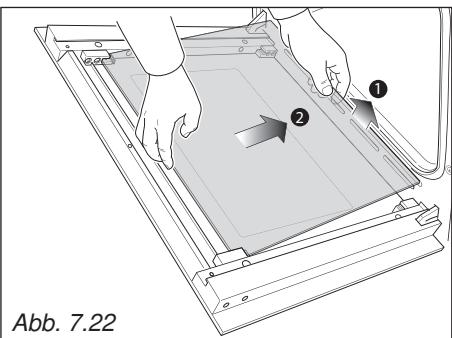

Abb. 7.22
- Heben Sie das Glassegment dann an der Unterseite an (Pfeil 1 in Abb. 7.22) und ziehen Sie es vorsichtig aus den oberen Halteklemmen heraus (Pfeil 2 in Abb. 7.22).